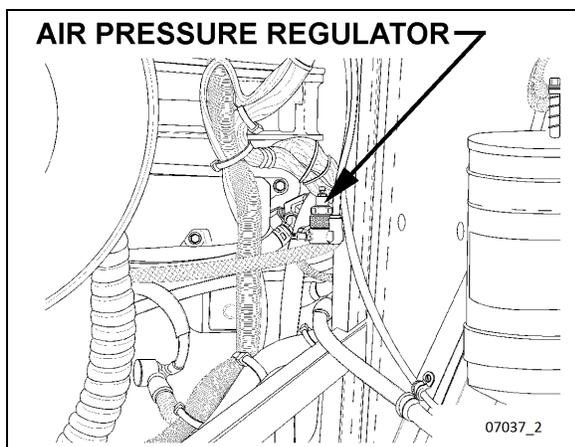

FIGURA 14: REGULADOR DE PRESIÓN NEUMÁTICA (TÍPICA)
24. Ajuste la presión del retardador a  $80 \pm 3$  psi con el regulador de presión neumática. Para más información consulte la Sección 12, "Freno y Sistema Neumático", bajo el encabezado "Regulador de presión neumática". El regulador de presión neumática se localiza en la parte trasera del compartimiento del motor, en el lado derecho (Figura 14) o en el compartimiento de servicio trasero del lado derecho.